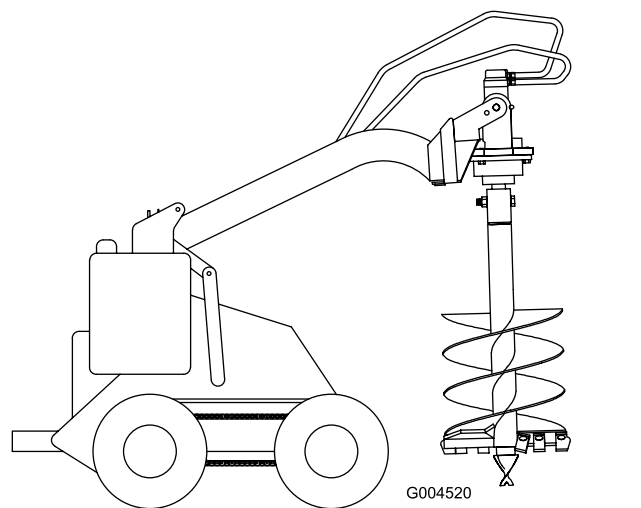

Рисунок 9
13. Приподнимите шнек с земли (Рисунок 9).
14. Установив шнек в вертикальное положение, наклоните пластину навесного оборудования назад, до контакта приводной головки с пластиной навесного оборудования, чтобы стабилизировать шнек и предотвратить его свободное раскачивание (Рисунок 9).
1. Поднимите шнек так, чтобы он не касался земли и находился в вертикальном положении (Рисунок 9).